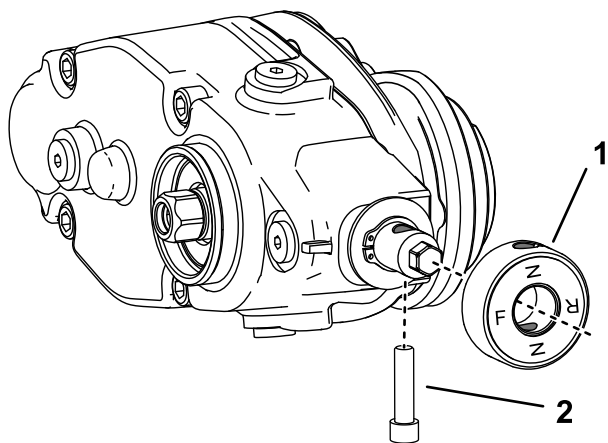

Bild 8
7. Wenn Sie den Groomer an der linken Seite der Maschine montieren, führen Sie folgende Schritte aus (Bild 8):